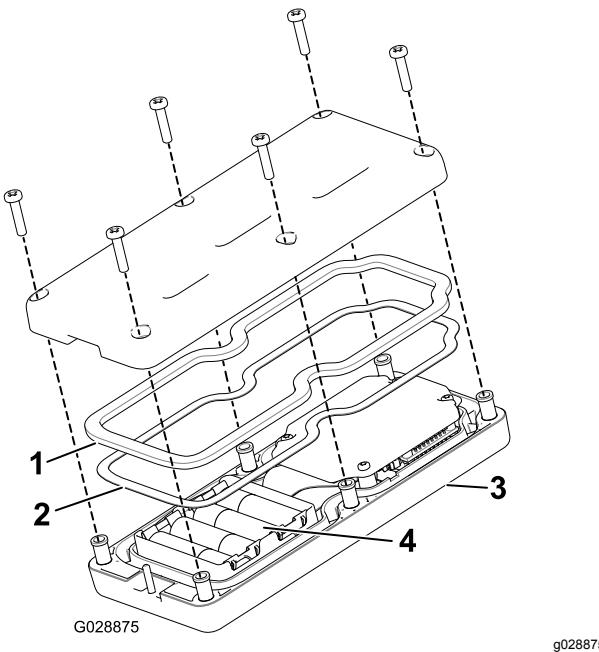

Bild 46
3. Nehmen Sie die sechs Schrauben aus der Rückseite der Fernbedienung heraus und nehmen Sie die Abdeckung ab (Bild 46).
5. Legen Sie jede neue Batterie in das Batteriefach ein und achten Sie auf die richtige Polarität. (Wenn die Batterien falsch eingelegt sind, wird das Gerät nicht beschädigt; es funktioniert jedoch nicht.) Das Fach hat Polaritätsmarkierungen für jeden Anschluss (Bild 46).
6. Wenn Sie die Gummidichtung und die Stahldichtung aus Versehen entfernen, setzen Sie sie vorsichtig in den Kanal in der Handfernbedienung ein (Bild 46).
7. Setzen Sie die Abdeckung auf und befestigen sie mit den sechs vorher entfernten Schrauben (Bild 46) und ziehen sie mit 1,5-1,7 N·m an.